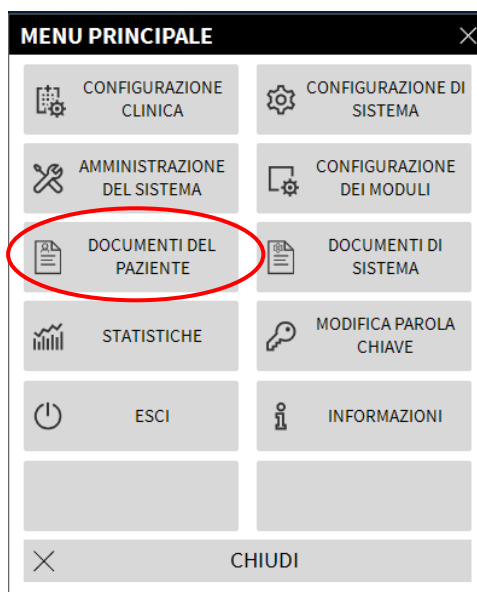

Fig 30
Si aprirà il menu seguente (Fig 30).
- Cliccare il pulsante **Documenti del paziente** (Fig 30).